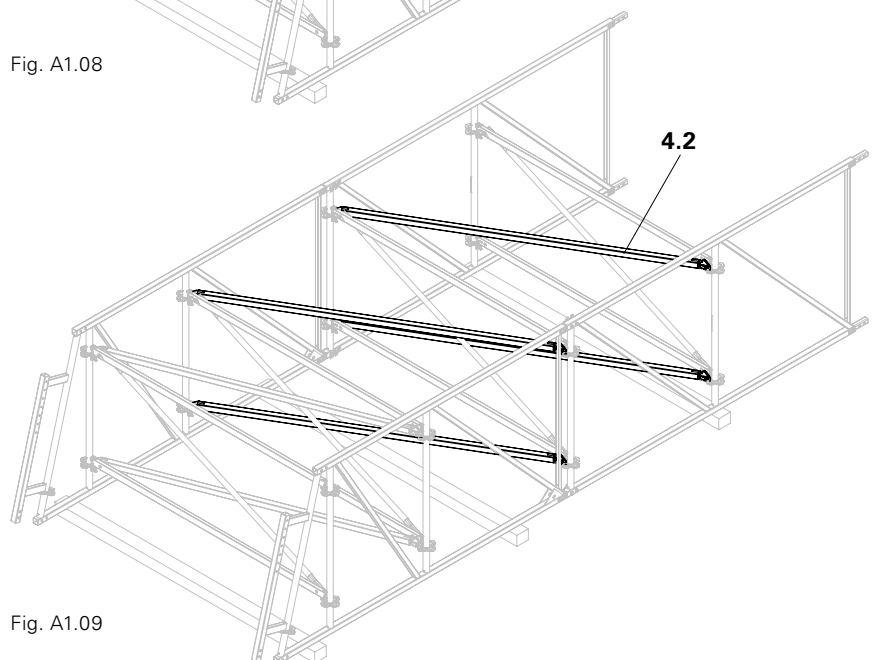

Fig. A1.09
4. Install H-Braces (4.2). (Fig. A1.09)